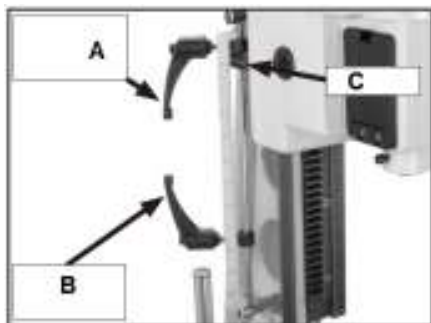

Рис. 6
#### Для регулировки ограничителя глубины (Рис. 6):
2. Затяните нижний ограничитель глубины напротив нижней кромки стопорной пластины (С, Рис. 6).